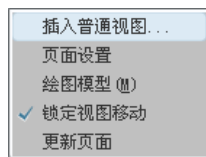

图 10.4.3 快捷菜单
Step3. 使用命令。在绘图区中右击，系统弹出图 10.4.3 所示的快捷菜单，在该快捷菜单中选择 **插入普通视图(I)** 命令。